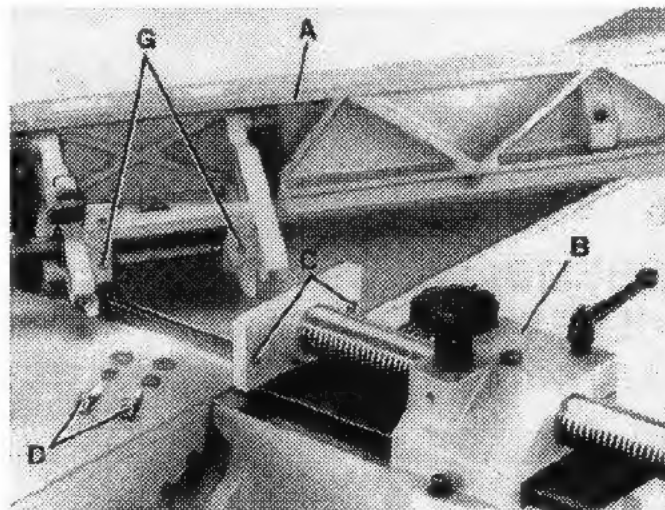

FIGURE 11
1. Alignez les deux trous filletés (G) Fig. 11, du guide (A) avec les deux trous (C) du chariot du guide (B) et fixez ensemble en utilisant deux boulons à tête cylindrique, rondelles à ressort et rondelles (D).